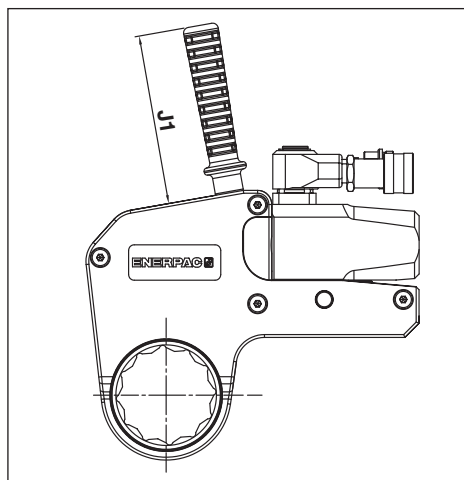

Abb. 25
6.1.3 Abmessungen, Gerader Positionierungshebel der SWH-Serie (Abb. 25)